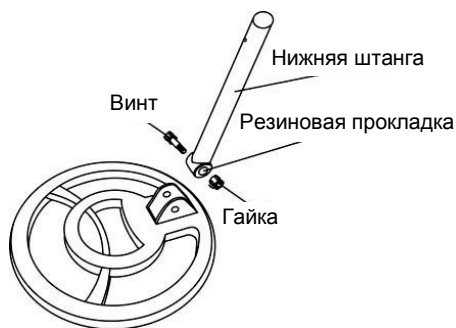

Рис. 2
1. Ослабьте фиксатор катушки на нижней штанге и извлеките болт. Установите катушку на штангу и зафиксируйте ее (рис. 2). Обратите внимание на правильность установки резиновой прокладки.